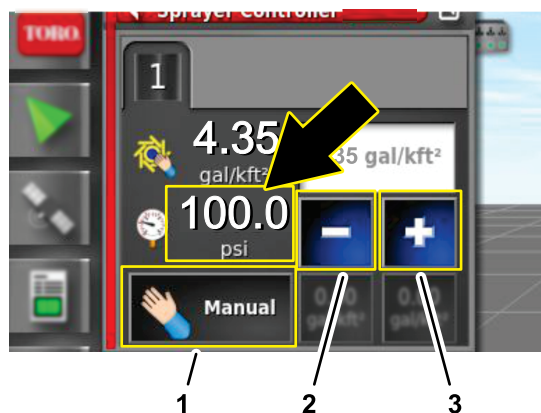

Рисунок 205
7. В диалоговом окне контроллера интенсивности опрыскивания нажимайте значок RATE CONTROL MODE (РЕЖИМ УПРАВЛЕНИЯ ИНТЕНСИВНОСТЬЮ ОПРЫСКИВАНИЯ), пока не будет отображен ручной режим (Рисунок 205).
8. Нажимайте значок пошагового уменьшения (-) или пошагового увеличения (+), чтобы отрегулировать давление в системе опрыскивания (Рисунок 205) на 6,9 бар (100 фунтов на кв. дюйм).